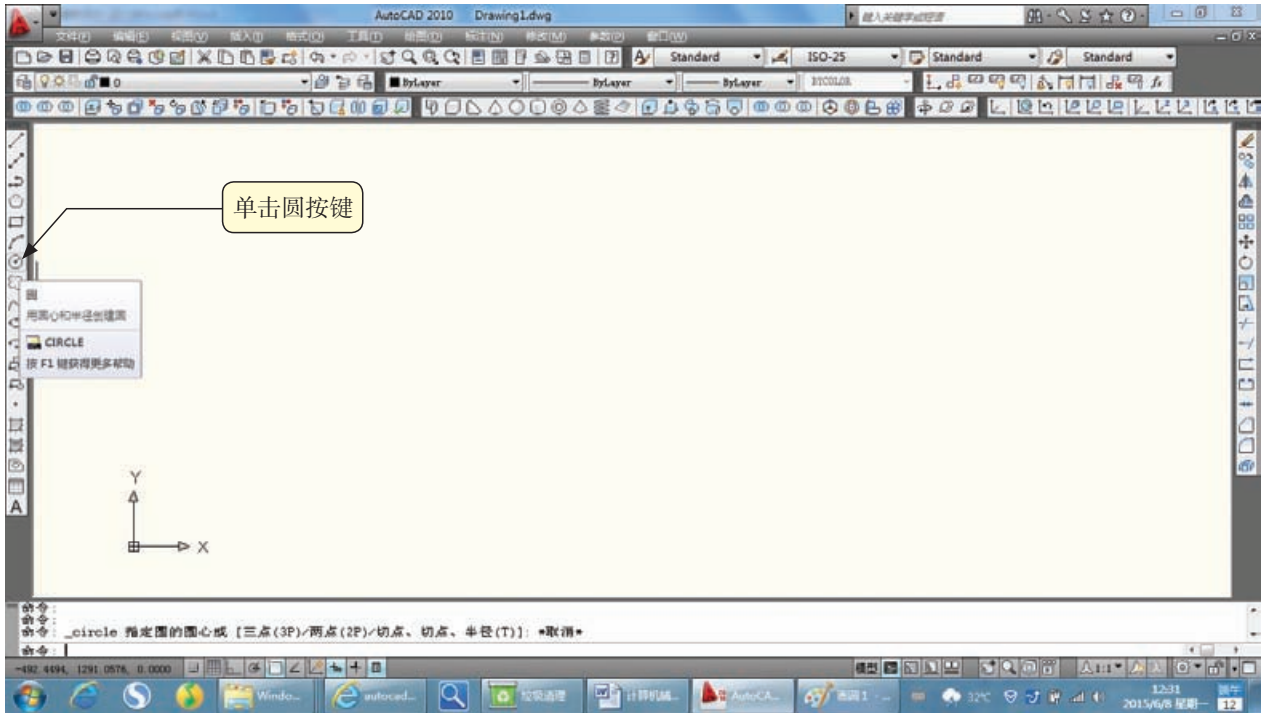

图2-48 按键绘制圆
(2) 用按键绘制（图2-48）。
在【功能区】选项板中选择【常用】选项卡，在【绘图】面板中单击  按键（图2-48）。